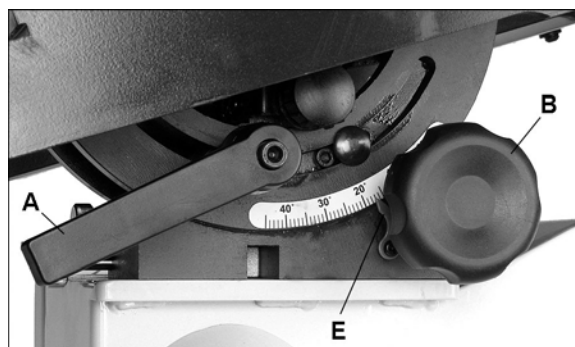
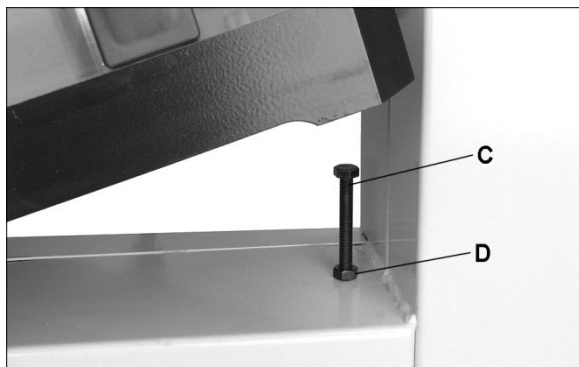

Рис. 15.
Рис. 16.
См. Рис. 15.
1. Ослабьте ручку фиксации (A).
2. Для наклона стола вправо (если смотреть со стороны оператора или передней части станка) до  $45^\circ$ , поворачивайте ручку (B) против часовой стрелки, при этом подталкивая стол в нужном направлении. Для точной регулировки используйте ручку (B).
3. Для наклона стола влево (если смотреть со стороны оператора или передней части станка) ослабьте ручку фиксации (A) и поверните ручку (B) по часовой стрелке на один или два оборота, чтобы ослабить давление на упорный болт (показан на Рис. 16). Выкрутите упорный болт и поворачивайте ручку, чтобы наклонить стол влево до  $15^\circ$ .
4. Для завершения регулировки затяните ручку фиксации (A).
См. Рис. 16 и 17.
5. Если стол не перпендикулярен пильному полотну, ослабьте контргайку (D, Рис. 16) с помощью 13 мм гаечного ключа, затем отрегулируйте упорный болт. Закручивайте/откручивайте болт до тех пор, пока не исчезнет просвет между угольником и полотном.
6. Затяните гайку (D), чтобы зафиксировать положение стола.
8. Проверьте, чтобы указатель шкалы (Е, Рис. 15) располагался на нуле. При необходимости ослабьте винт указателя и сдвиньте его на ноль. Снова затяните винт.